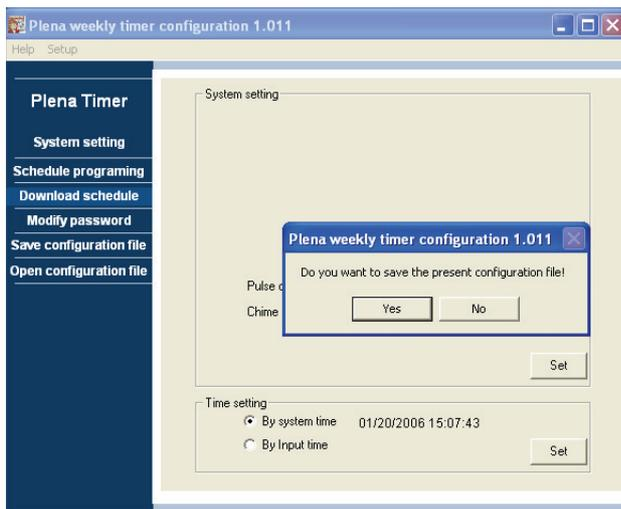

figura 8.18: Caixa de diálogo de transferência do programa
- 1 No menu principal, clique na tecla Download schedule. Aparecerá a caixa de diálogo que se segue (consulte a figura 8.18).